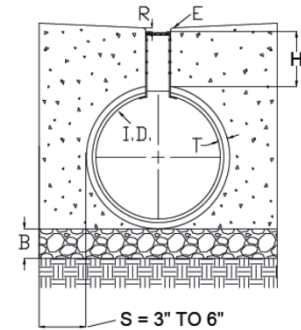

Figura 1
1. Excave la zanja para la tubería correspondiente a los planos de la obra (Figura 1).
- El rebaje de la contrahuella (R) por debajo de la rasante del pavimento terminado (E).
- Altura de la corrugación de la tubería o espesor de la pared de la tubería (T). Las elevaciones invertidas son a partir del diámetro interior (ID) y no tienen en cuenta el grosor de la pared por debajo de la línea de flujo.
- Profundidad adicional de cualquier material de base (B) requerido.